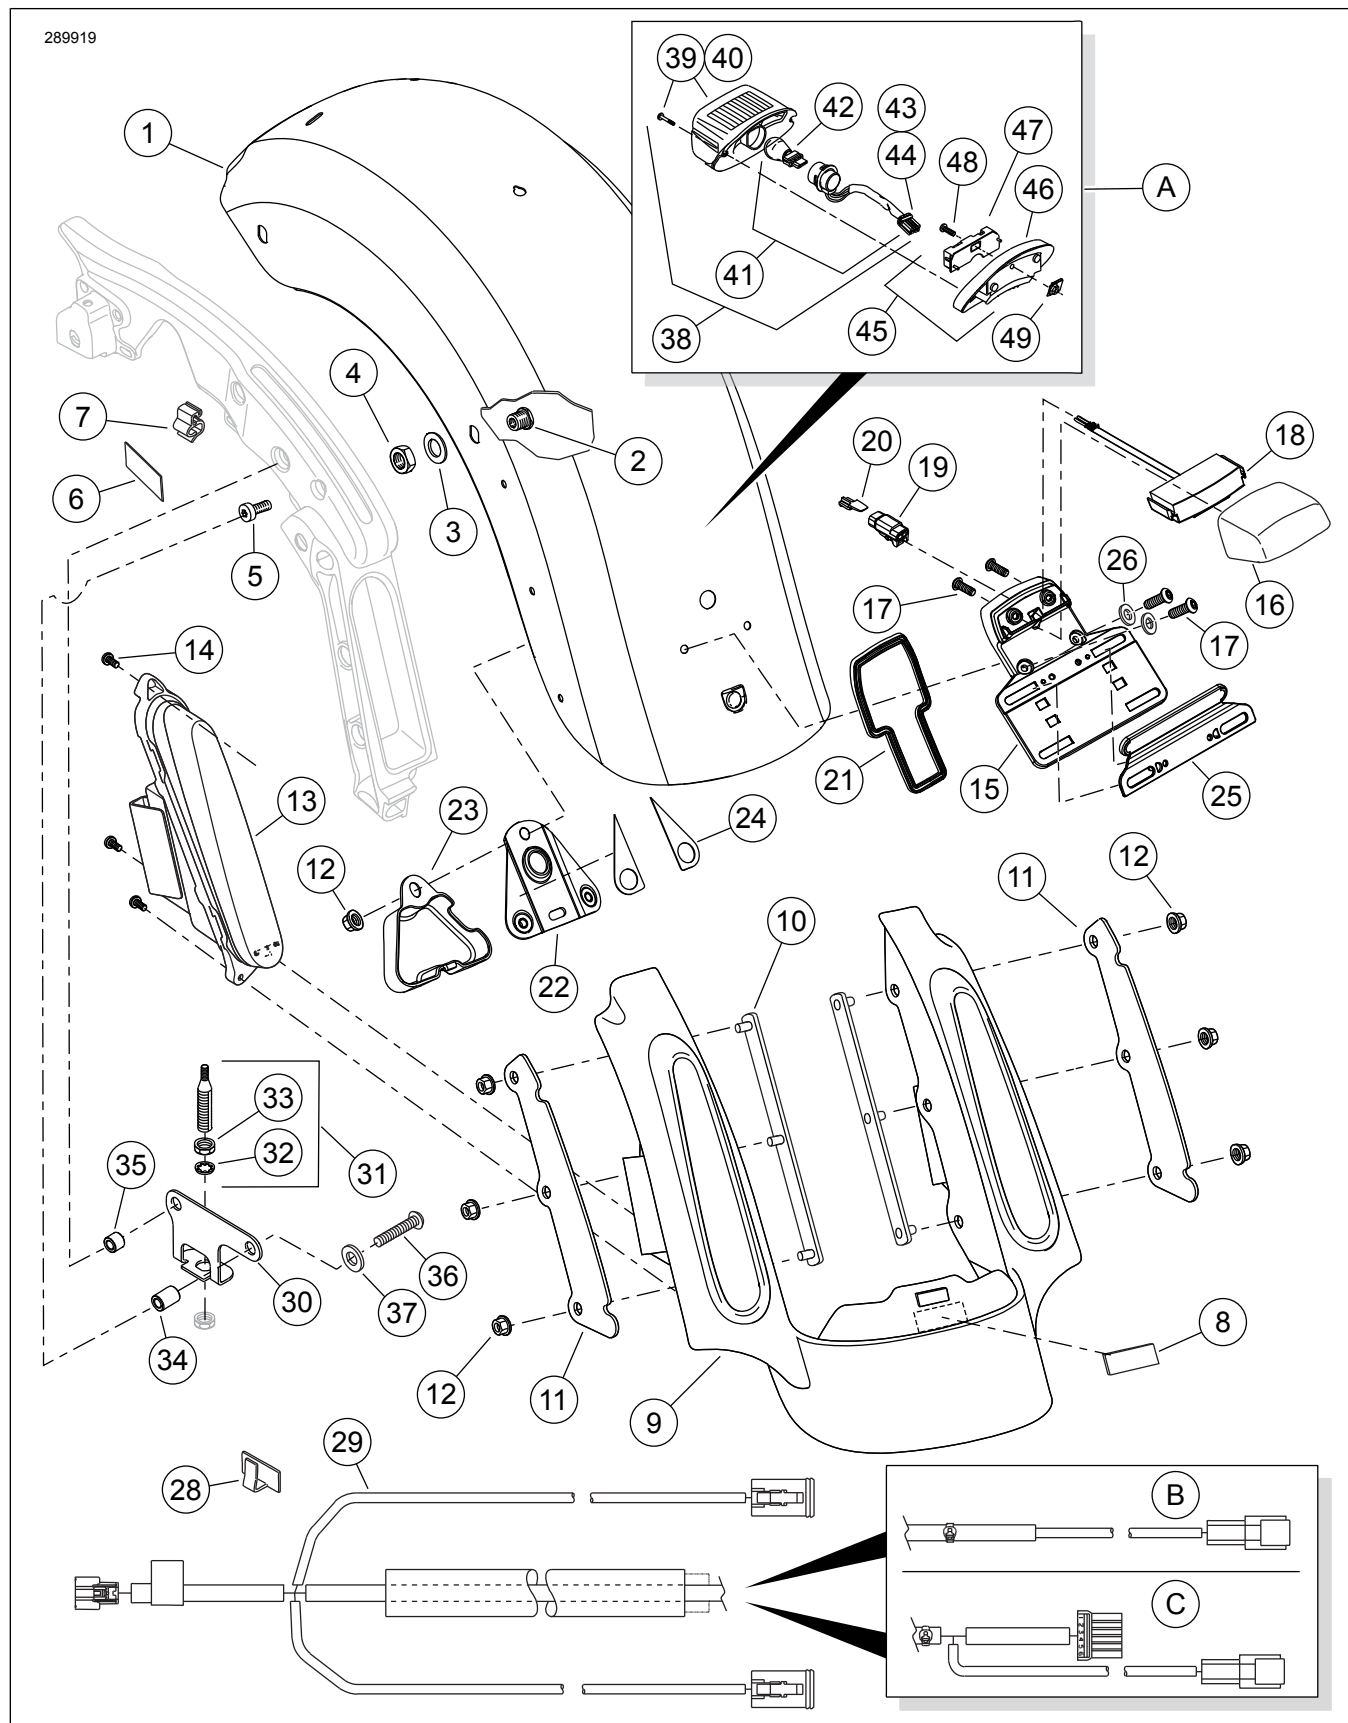

图5。维修部件，FL Touring CVO 式后挡板套件
1. 参见图5。从天线底座组件上断开天线电缆。
7. 参见图5。将新的天线支架(30)放置在挡板支架附近, 并将支架固定到挡板支架上:
- c. 参见图5。将垫片(34 和 35)滑到延伸至支架的螺纹上。注意垫片长度。
2. 参见图5。从套件中取出四个5/16-18x25.4 厘米(1 英寸)长的挡板安装螺丝(5)。
17. 参见图 5 。用套件中的夹子 (7) 将线束分支固定在每个边箱支架底部的夹槽上 。